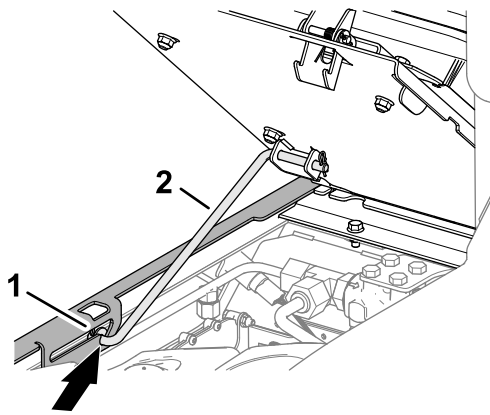

Рисунок 63
3. Проследите, чтобы передняя опорная стойка была установлена в углубление паза в пластине направляющей опорной стойки (Рисунок 63).